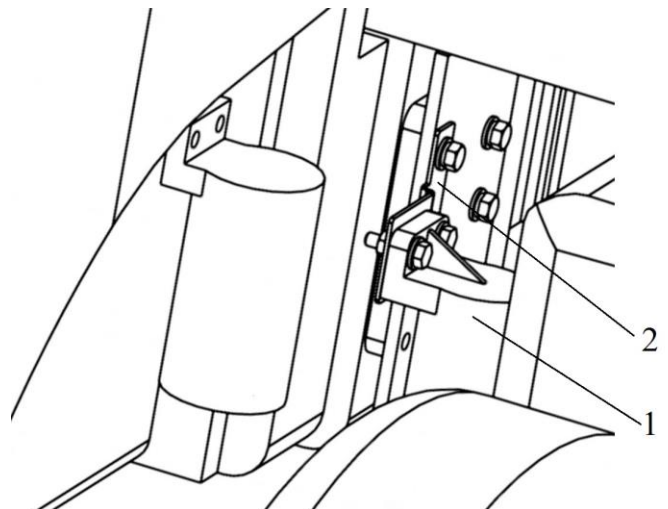

Рисунок 14 – Вид трактора слева:
6.1.7 Демонтировать кронштейн ящика ЗИП (справа), отсоединить кронштейн фильтра поз.2(рис. 14) от трактора и самого фильтра (слева), верхний болт крепления кабины закрутить на место и выкрутить 2-й нижний болт с обеих сторон.